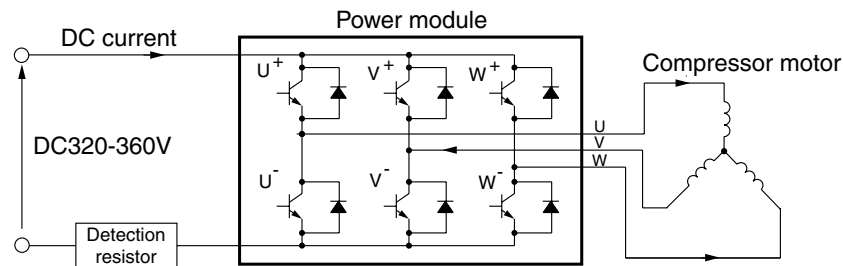

Fig. 7-9
- (1) Turns on the power module's U⁺ and V⁻ transistors so the current flows to the motor windings as shown in Fig.7-9.
- (1) Les transistors U^+ et V^- du module d'alimentation deviennent passants de sorte que le courant circule dans le bobinage du moteur comme le montre la Fig. 7-9.